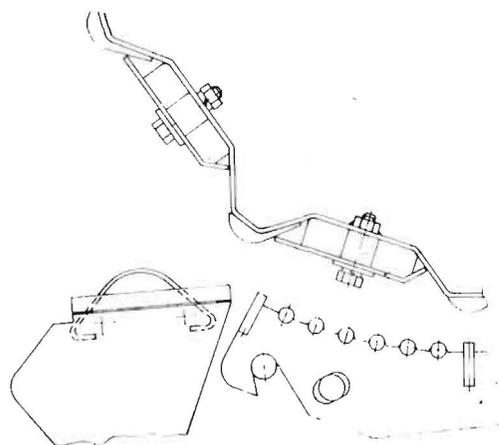

Bild 13
5.3.1. Reibleiste (Bild 3 – Pos. 4 und Bild 13 – Pos. 1)
5.3.2. Dreschkorb CCM (Bild 3 – Pos. 5 und Bild 13 – Pos. 2)